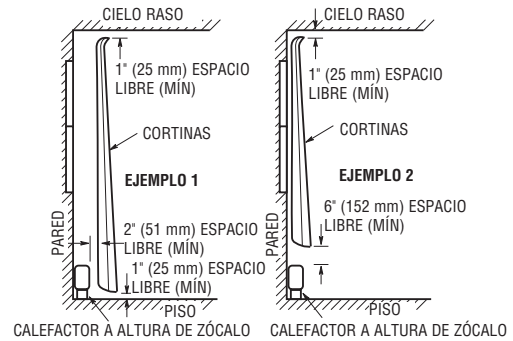

Figura 1. Colocación de cortinas cerca del calefactor
7. **PRECAUCIÓN** – El calefactor funciona a altas temperaturas. Mantenga alejados del calefactor, los cables eléctricos (incluyendo los cables de teléfonos y computadoras), las cortinas y otros muebles. Para un funcionamiento eficiente y seguro, recomendamos mantener siempre un espacio libre mínimo de 6 pulgadas (152 mm) encima y al frente del calefactor. Vea la sección Espacios libres y la Figura 1 para averiguar los requisitos de espacios libres mínimos.